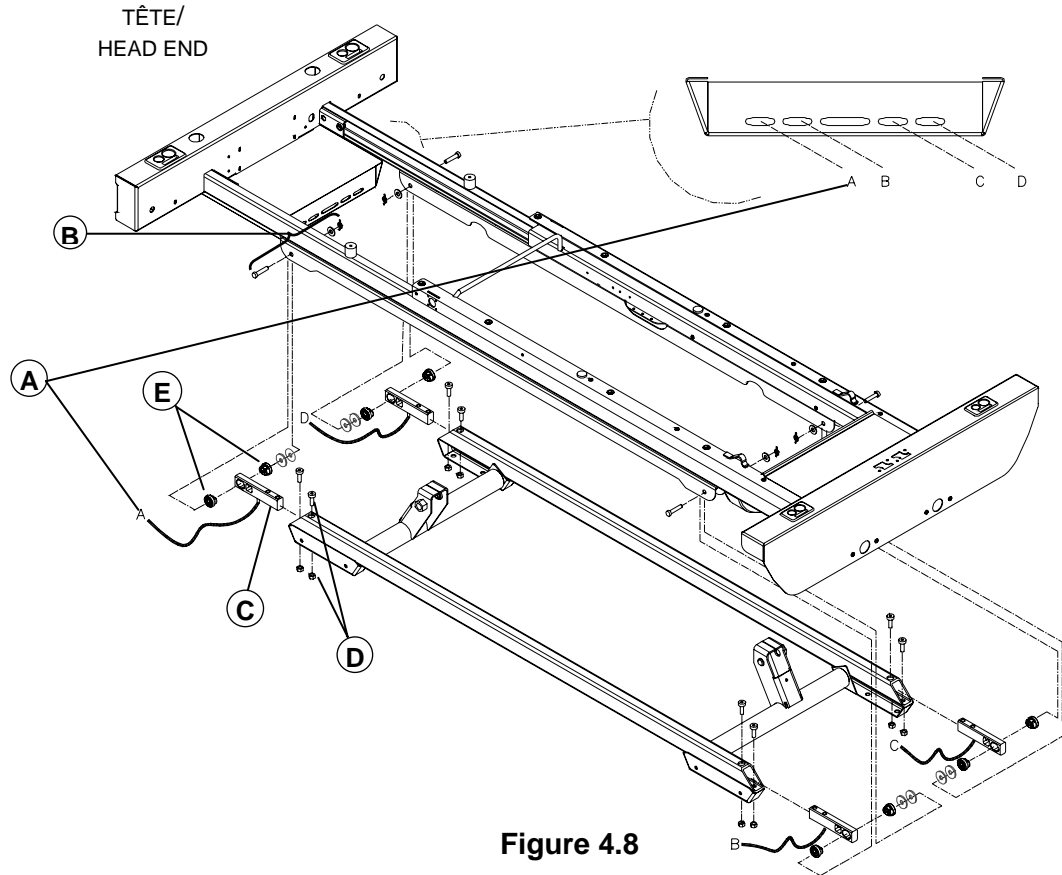

Figure 4.8
2. Assurez-vous que les câbles des cellules de charge sont branchés correctement à la carte électronique de la balance (voir la figure 4.8 pour la position de branchement des cellules).
3. Déconnectez le câble (A) de la cellule de charge de la carte électronique de la balance (voir la figure 4.8 ci-haut pour identifier le câble à déconnecter).
4. Abaissez le lit sur les chandelles jusqu'à ce que l'axe de chape (B) retenant les deux parties du châssis soit libre de toute tension et facile à enlever.
5. À l'aide de pincés à bec effilé, retirez la goupille à fermeture enroulante/les rondelles(3)/l'axe de chape (B).
6. Continuez à baisser le lit jusqu'à ce que la cellule de charge (C) à remplacer soit facilement accessible.
7. À l'aide d'une clé Allen 5/16" et d'une clé 1/2", retirez les deux boulons/les écrous bloquants (D) retenant la cellule de charge au châssis du lit.
8. Retirez la cellule défectueuse. Inspectez l'état des manchons élastomères (E) afin de vérifier que le rond interne n'est pas devenu elliptique. Remplacez au besoin.